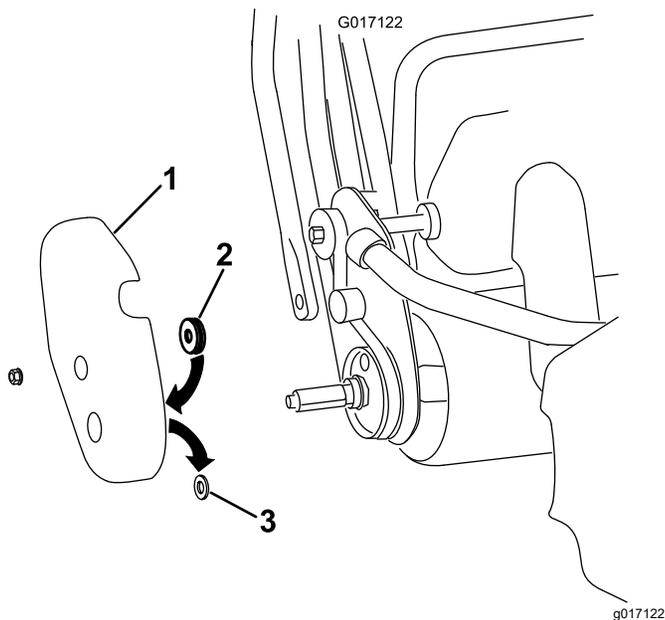

図 9
- A. 機体から右側ドラムカバーを取り外す **図 9**。
- B. ドラムカバーのアクスルホールについているゴム製のハトメを外して廃棄する 図 9。
C. アクスルホールの周囲をカバーするようにフェルト製のシールを貼り付ける 図 9。